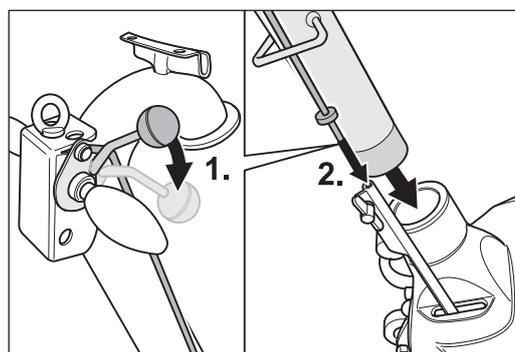

Abb. 36 Beim Einstecken des Führungsrohres muss das Ablassgestänge richtig eingefädelt werden!
- 4 Drücken Sie den Ablasshebel nach unten, stecken Sie das Führungsrohr in die Gehäuseöffnung und gleichzeitig das Ablassgestänge in das Gestängeunterteil des Maschinengehäuses (Abb. 36).